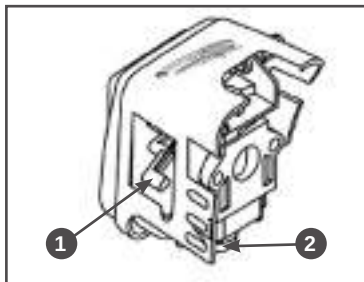

Рис. 8 Расположение рычага управления воздушной заслонкой и ручного топливного насоса
3. Прокачайте топливо через карбюратор. Для этого нажимайте (примерно 5-10 раз) на ручной топливный насос до появления в насосе топлива и возникновения сопротивления при нажатии. Насос 2 находится в нижней части карбюратора под корпусом воздушного фильтра (Рис. 8).
6. Закройте воздушную заслонку. Для этого рычаг 1 управления воздушной заслонкой (Рис. 8) установите в верхнее положение (положение «OFF»).